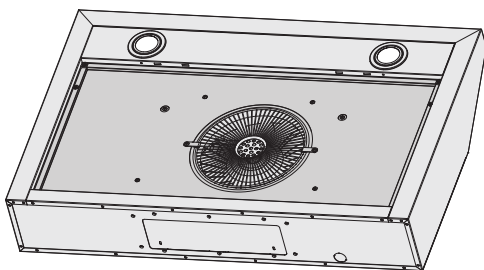

Figure 1
- Enlevez les deux filtres et le panneau facile à nettoyer pour permettre l'accès à l'intérieur de l'unité. (Voir figure 1 à 3)